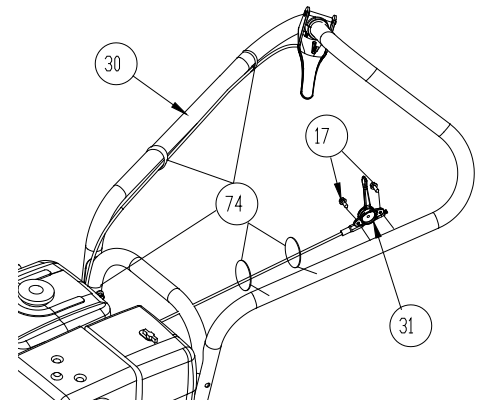

Fig. 2
2. Gasreguleringen vil blive monteret på gashåndtaget på motoren og viklet om motoren ved forsendelse. Pak gasreguleringen (genstand #31) ud og fastgør den til det øverste håndtag med skruer (genstand #17). Skruerne vil allerede være monteret på håndtaget. Flyt blot skruerne og brug dem til at montere gasreguleringen ved at sikre kablet med to kabelstrips (genstand 74). Aim-and-Shoot™ er ikke fastgjort, så du er nødt til at rulle kablet ud og fastgøre enden med bolden til stangen og placere kabelenden i hullet på saddeklemmen med kablet kørende gennem rillen. For at forhindre kablet i at blive beskadiget skal du bruge tre kabelstrips (genstand 74) til at fastgøre det til håndtaget som vist for at sikre, at kablet ikke gnider mod dækket. Bemærk: kablet bør være placeret korrekt i sadlen og bør følge håndtagets konturer. (Se Fig. 2)